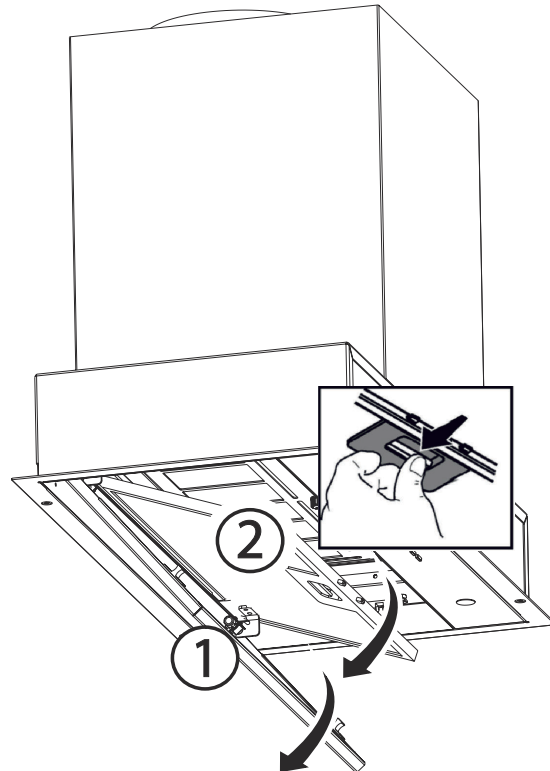

Fig. 22
1. Kantsugpladen skal vippes ned (Fig. 22/1).
2. Fjern nu fedtfilteret ved at tage fat i håndtaget og trykke på det.(Fig. 22/2)Brug evt begge hænder for ikke at tabe fedtfilteret.